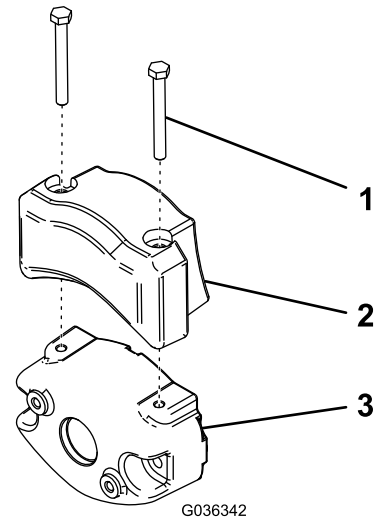

Figure 11
4. Fixez le contrepoids électriques au contrepoids existant à l'aide de 2 vis, comme montré à la Figure 11.